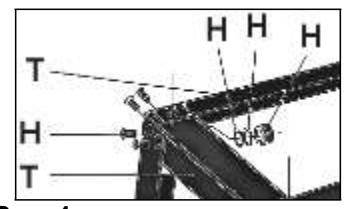

Рис. 4
9.1.3. Для мобильности строгальную машину необходимо установить на сборное основание. Как показано на Рис. 4, используя элементы крепления (H), соберите и надёжно закрепите сборное основание, Рис.1; 4.